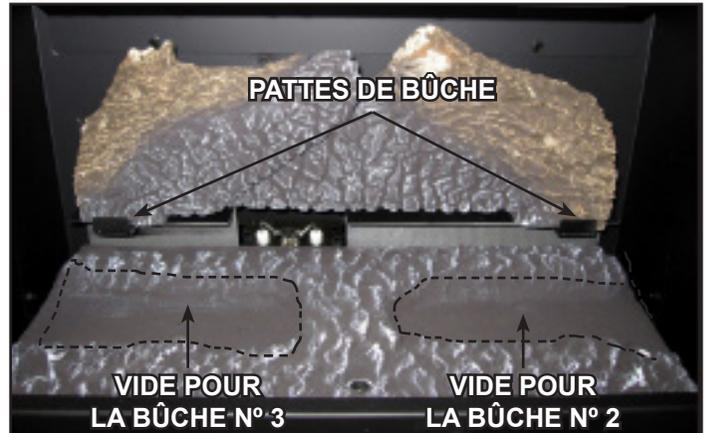

Figure 2 Positionnement de la bûche n° 1
**AVERTISSEMENT :** Les bûches sont fragiles, les manipuler avec prudence. Bûche n° 1 (2342-701) : Placez la bûche arrière sur la tablette de bûche au-dessus de l'ensemble de la veilleuse. Centrez la bûche et tirez la base vers l'avant, jusqu'à ce qu'elle touche les pattes de la bûche sur le brûleur. Voir la Figure 2.